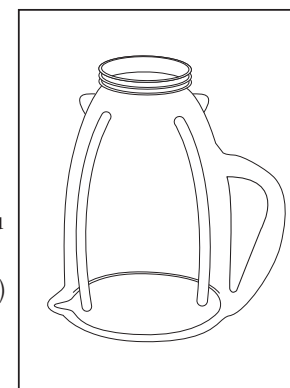

FIGURE 1
- Retourner le récipient à l'envers, pour que la petite ouverture soit sur le dessus. (Figure 1)